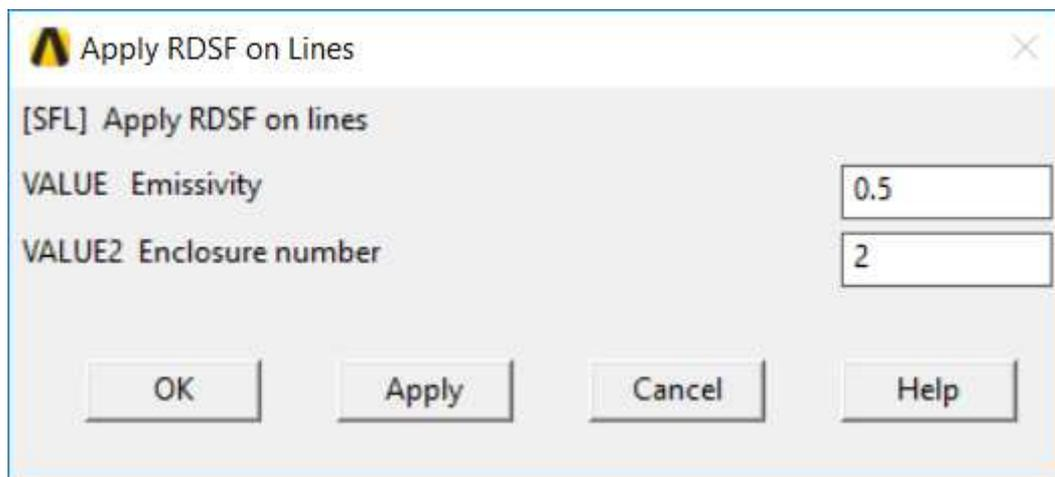

Figure 3 – Menu ANSYS
**Q20)** Afin de gérer le transfert radiatif, l'utilisateur du logiciel ANSYS a appliqué sur chacun des trois côtés du triangle interne un paramètre « *Enclosure number* » égal à 2 (Figure 3).